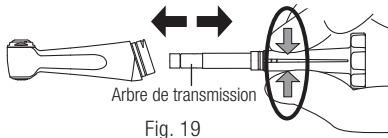

Fig. 19
- ④ Tenez fermement la clé FX comme illustré au point Fig. 19 et tirez ensuite l'arbre de transmission tout droit en direction de la flèche (Fig. 19). **Tenez bien !**
- Lorsque vous enlevez l'arbre de transmission, serrez fermement la clé FX comme indiqué au point Fig. 19.